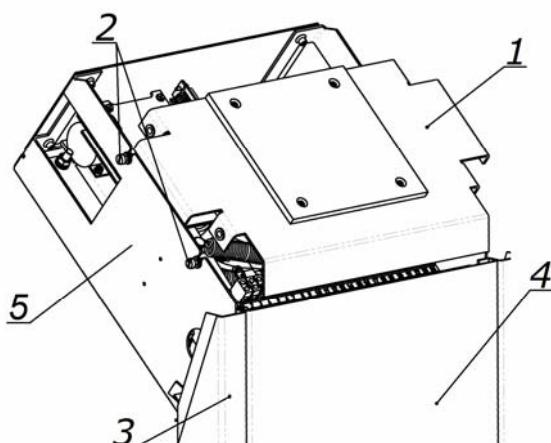

Рисунок 11. Стойка турникета со снятой крышкой
5. Установите гильзы анкеров (15) в выполненные в полу отверстия так, чтобы они не выступали над поверхностью пола.
6. Снимите крышку турникета (2). Порядок снятия крышки см. в разд. 6.
7. Снимите усиливающую пластину (1, рис. 11). Для этого предварительно ослабьте отверткой шлицевой четыре винта крепления пластины (2, рис. 11).
8. Снимите заднюю стенку турникета (4, рис. 11). Для этого смещайте ее вверх вдоль стойки турникета, до тех пор, пока она не выйдет из зацепления со стойкой. Задняя стенка снабжена двумя парами защелек, расположенными в ее верхней и нижней частях.
12. Подключите кабель (14) ПДУ (устройства РУ или контроллера СКУД) к выносной клеммной колодке **XS1**.
14. Подключите кабель питания (11) от источника питания турникета к выносной клеммной колодке **XS1**.
15. При необходимости произведите установку считывателей карт доступа на предусмотренные для этого места на стойке (5, рис. 11). Для подключения считывателей используйте свободные контакты (15 - 24) клеммной колодки **XS1**.